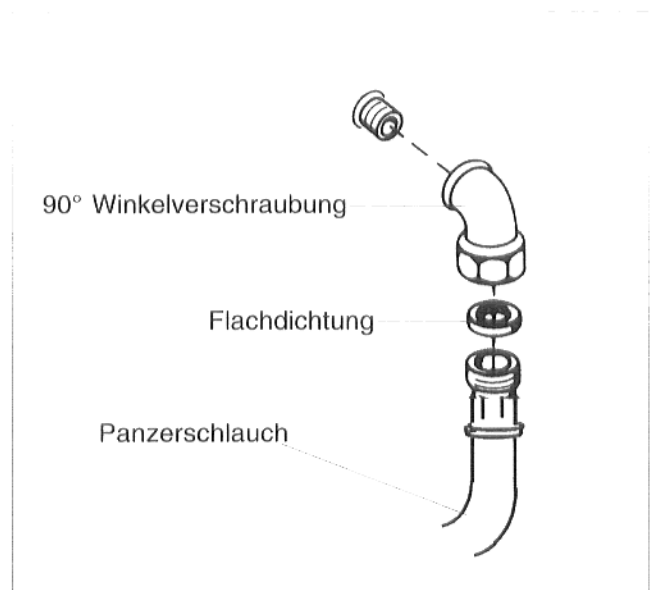

Abb. 9
- 90° Winkelverschraubung auf den Rücklaufanschluß des Speicher-Brauchwassererwärmers aufdichten, daß diese etwas zum Heizkessel zeigt (Abb. 9).
- Flachdichtung in die Verschraubung einlegen und den Panzerschlauch an die Winkelverschraubung anschrauben (Abb. 9).